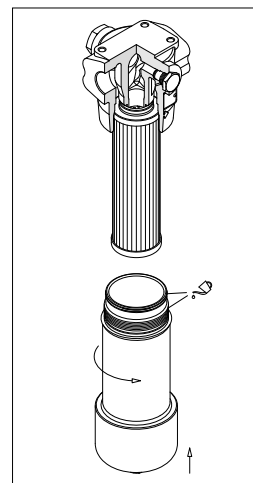

fig. 25
- (Fig. 25) Lubrificare il filetto e l'O-ring del contenitore, quindi avvitare il contenitore facendo riferimento alla tabella delle coppie di serraggio al paragrafo 3.